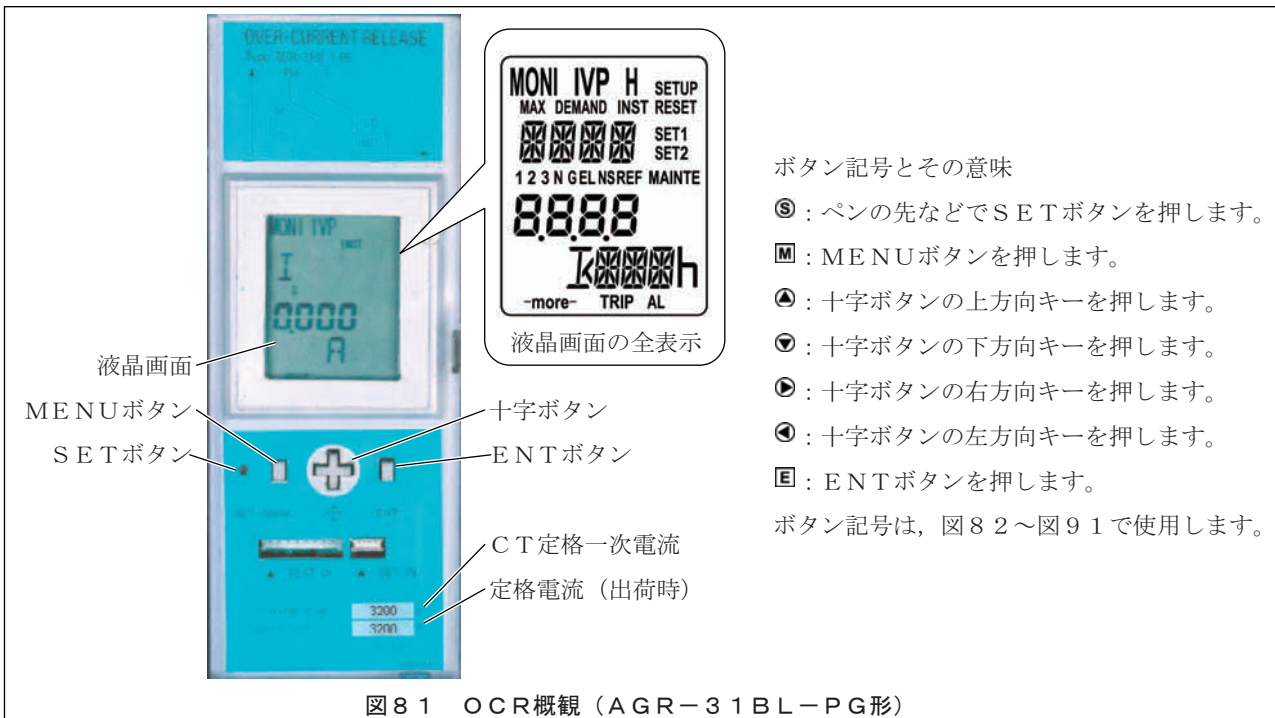

図81 OCR概観 (AGR-31BL-PG形)
- 3) 計測値の表示と特性の設定は、SETボタン、MENUボタン、十字ボタン、ENTボタンの4つのボタンで行います。図81にOCRの概観を示します。